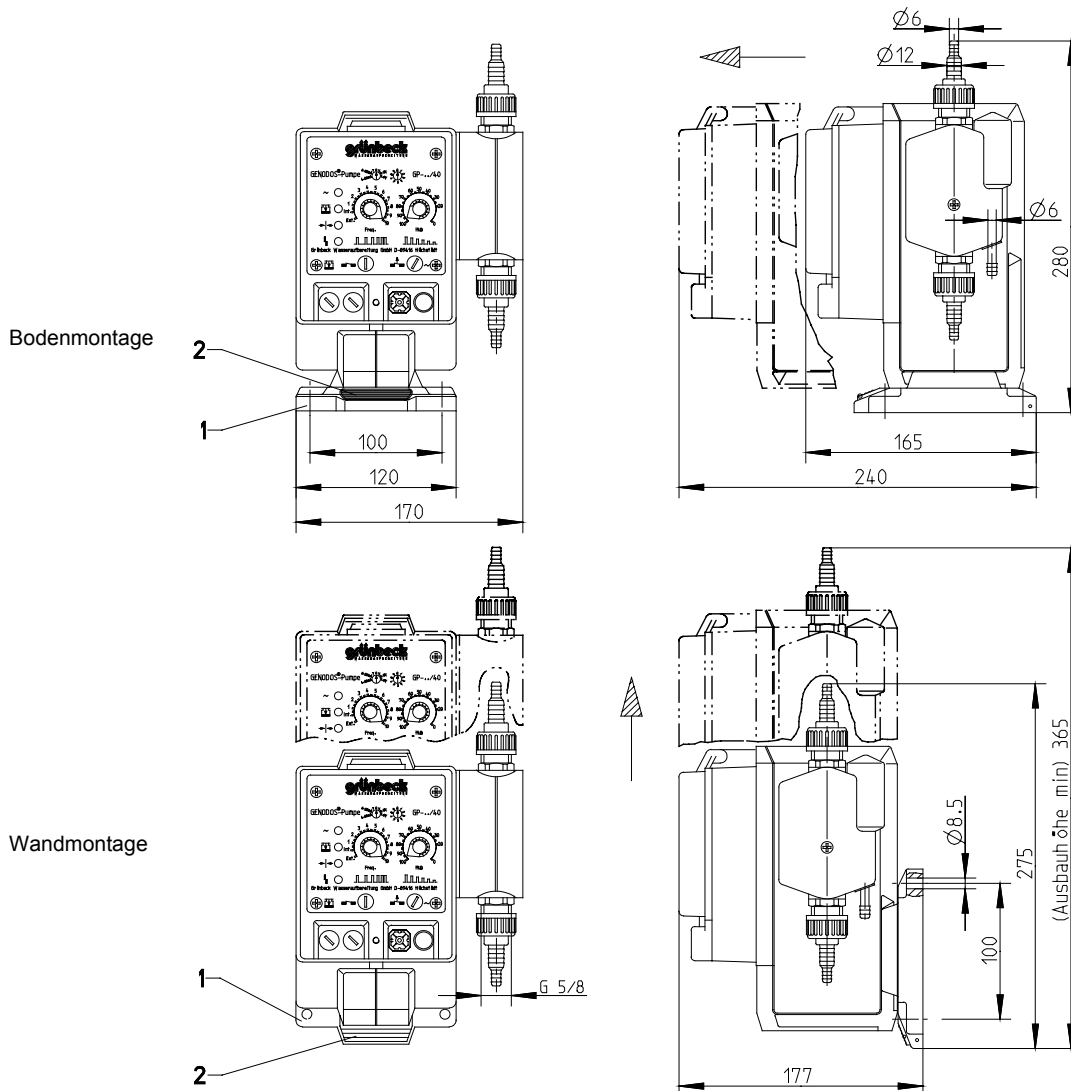

Abb. D-2: Montagezeichnung GENODOS®-Pumpe
- GENODOS®-Dosierpumpe an geeigneter Stelle montieren (siehe Abb. D-2). Die Montage der GENODOS®-Pumpe kann durch den individuell aufschiebbaren Pumpenfuß (Pos. 1) entweder waagrecht auf einer Konsole bzw. auf dem Boden oder senkrecht direkt an der Wand befestigt werden.